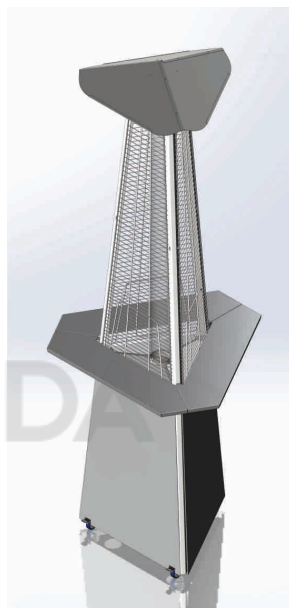

Рис. 10
9. затяните все болты с помощью гаечного ключа; 10. установите на места боковые и главную крышки. Затяните винты, фиксирующие боковые крышки. Сборка завершена (Рис. 10)